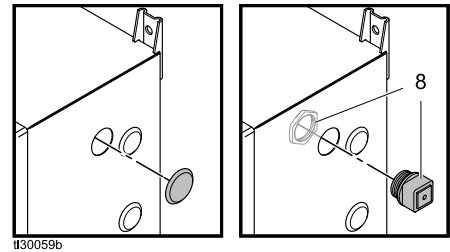

Figure 8 Tappo per controller della velocità, passacavo e dado
1. Applicare il tappo da 1-5/16" sul lato dell'involucro del quadro di controllo. (Vedere le figure 8 e 9).
7. Inserire il passacavo (8) nel foro del quadro di controllo.
8. Inserire il dado sul passacavo all'interno del quadro e tenere il passacavo in posizione (vedere le Figure 8 e 9).